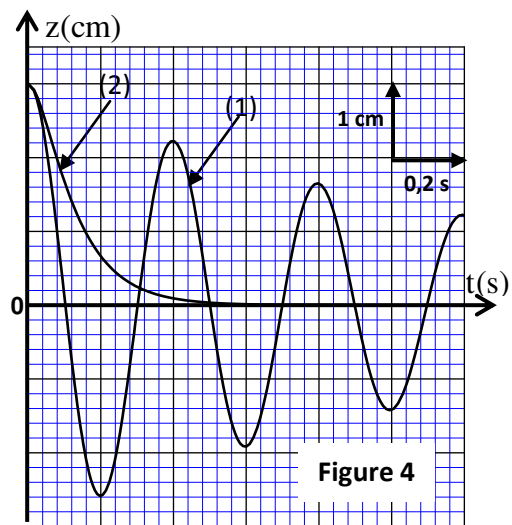

Figure 4
Les courbes (1) et (2) de la figure 4 représentent l'évolution de la côte  $z$  du centre d'inertie G au cours du temps dans chaque liquide.